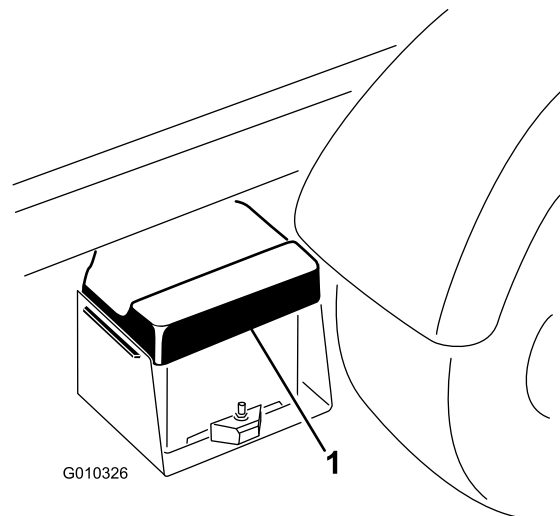

Figure 59
1. Appuyez sur le couvercle de la batterie pour dégager les pattes de la base de la batterie, et déposez le couvercle de la base (Figure 59).